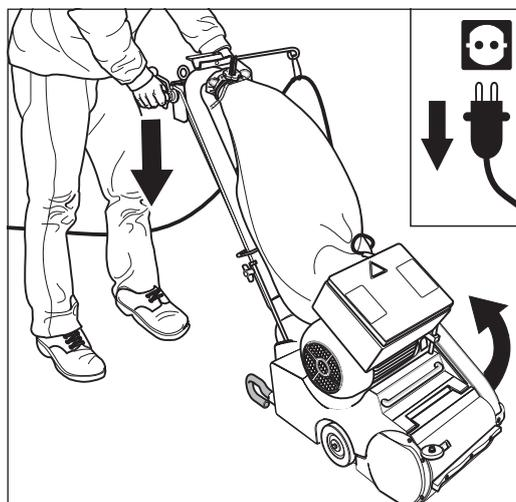
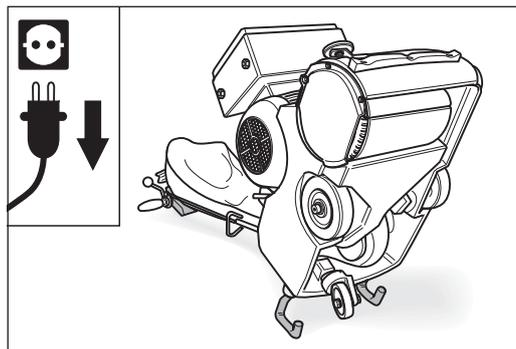

Abb. 62 Den Netzstecker aus der Steckdose ziehen und die Maschine über die Sturzbügel nach hinten kippen.
Abb. 63 Die Maschine vorsichtig auf dem Boden ablegen. **Auf einen sicheren Stand der Maschine achten!**
- 3 Kippen Sie die Maschine über die Sturzbügel nach hinten (Abb. 62), so dass die Radlagerung zu sehen ist und legen Sie die Maschine vorsichtig auf dem Boden ab (Abb. 63). **Achten Sie auf einen sicheren Stand der Maschine!**
- 3 Kippen Sie die Maschine über die Sturzbügel nach hinten (Abb. 62), und legen Sie die Maschine vorsichtig auf dem Boden ab (Abb. 63). **Achten Sie auf einen sicheren Stand der Maschine!**